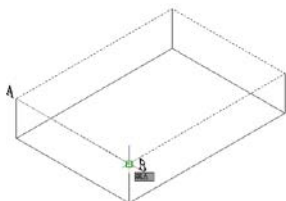

图 11.61 选择旋转轴
(4) 选择直线 AB 作为旋转轴，如图 11.61 所示，
(5) 设置旋转角度为 45，并按回车键。
(6) 命令行提示“【拉伸(E)/移动(M)/旋转(R)/偏移(O)/倾斜(T)/删除(D)/复制(C)/颜色(L)/材质(A)/放弃(U)/退出(X)】<退出>:” 按回车键。